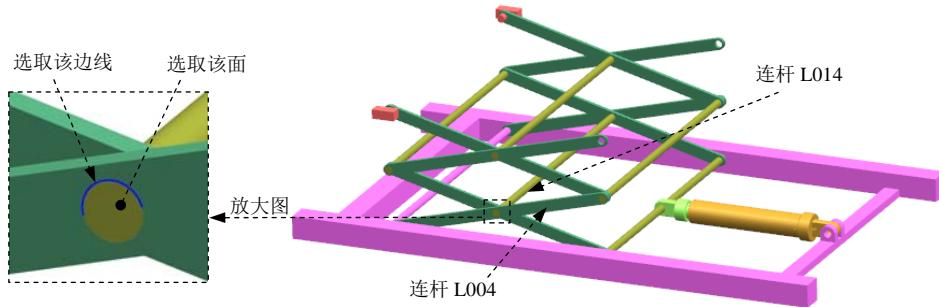

图 10.5.14 定义共线连接 (一)
(2) 选择连杆。选取图 10.5.14 所示的连杆 L014。
(3) 定义原点及矢量。在“运动副”对话框的 **指定原点** 下拉列表中选取“圆弧中心” 选项，在模型中选取图 10.5.14 所示的圆弧为定位原点参照；选取图 10.5.14 所示的面作为矢量参考面。
(4) 添加啮合连杆。在“运动副”对话框的基本 区域中选中 **啮合连杆** 复选框，单击 **选择连杆 (0)**，选取图 10.5.14 所示的连杆 L004。
(5) 定义啮合连杆原点及矢量。在“运动副”对话框基本 区域的 **指定原点** 下拉列表中选取“圆弧中心” 选项，在模型中选取图 10.5.14 所示的圆弧为定位原点参照；选取图 10.5.14 所示的面作为矢量参考面。
(6) 单击 **应用** 按钮，完成第六个运动副的添加。